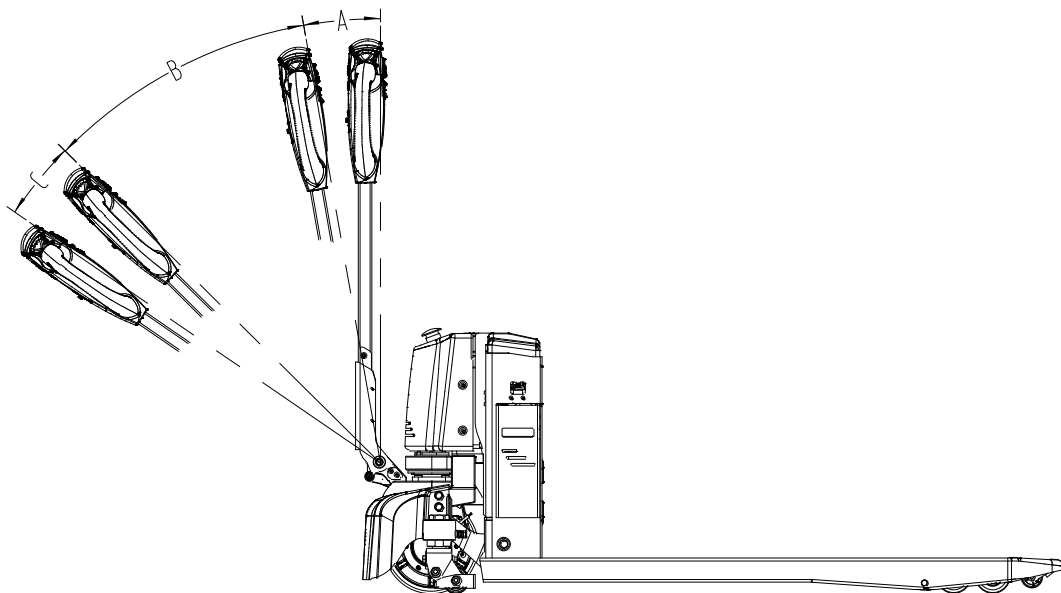

Figura 12
- Mueva rápidamente la palanca a la posición A o C si necesita realizar una parada de emergencia (Figura 12). El freno bloqueará la rueda para conseguir que el vehículo se pare inmediatamente.